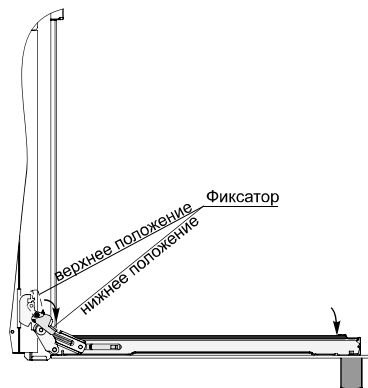

рис. 9
**Для снятия дверцы нужно (см. рис. 9,10,11):**
2. Повернуть фиксатор шарнира в крайнее нижнее положение см. рис. 9;